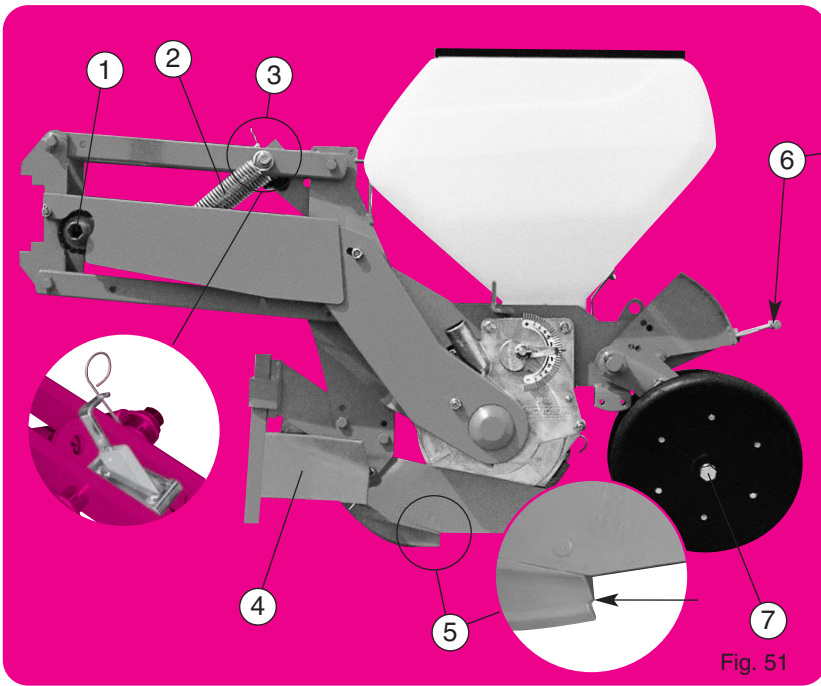
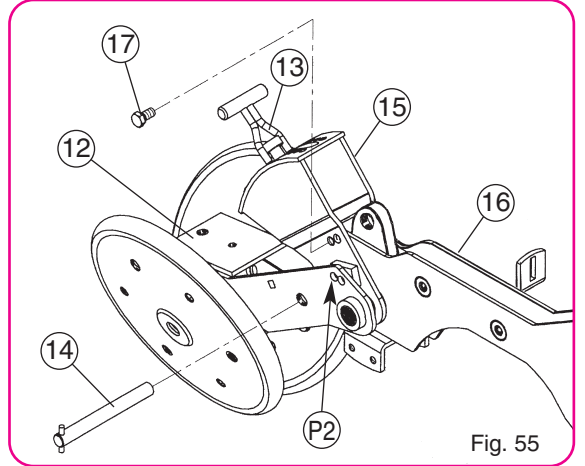

Fig. 51
Fig. 55
**Version de base** (fig. 51) Élément monté sur parallélogramme, terrage par le bloc arrière - système à crans (fig. 51 - 52) - chasse-mottes avant avec coultre - soc standard maïs - roues arrière inclinées autonettoyantes - trémie 40 litres
- 1 Système de sécurité (fig. 51) : il provoque un cratage sonore en cas de blocage de la distribution. Un arrêt est alors obligatoire (voir page 29). Graisser les dents du crabat à la mise en route pour faciliter les premiers déclenchements.
- 6 Réglage du terrage (fig. 51 - 52) une jauge graduée facilite l'uniformité du réglage.
- 7 Réglage de l'écartement des roues maïs (fig. 51) : 2 bagues sur moyeux que l'on place, soit côté inférieur, soit côté extérieur, permettent d'obtenir 2 écartements à la base. Utiliser les roues reserrées pour semis superficiels (1 à 3 cm).
- 9 Fig. 60 : Terrage sur roue avant, à partir de l'élément maïs (fig. 51), pour cette option, il est nécessaire de se procurer le kit (fig. 56) et la roue avant 300 x 100 (fig. 59). Commencer par déverrouiller le bloc tasseur arrière (12) du bras de réglage (13) (fig. 55), pour cela : enlever la broche (14) le bloc tasseur arrière (12) reste libre. Le secteur (15) reste fixé sur le corps (16) par la vis (17) en P2 (fig. 60). Monter le kit terrage par balancier (fig. 56) suivant schéma (fig. 60). La profondeur de mise en terre est obtenue en modifiant la position de la roue avant en actionnant le levier (18) (réglage par crans).
- 10 Fig. 60 : Terrage par balancier, à partir de l'élément maïs (fig. 51), pour cette option, il est nécessaire de se procurer le kit (fig. 56), la roue 300 x 100 (fig. 59) ou l'ensemble double-disques à roues 260 x 90 (fig. 61). Commencer par déverrouiller le bloc tasseur arrière (12) du bras de réglage (13) (fig. 55), enlever la broche (14), le bloc tasseur arrière (12) doit être soigné du secteur (15) par la vis (17) en P3 (fig. 60). Monter la roue avant 300 x 100 (18) avec ses bras (19) et son chasse-mottes (20).
**Basic version** (fig. 51) element mounted on a parallelogram, depth control via the rear unit, notch system (fig. 51 - 52) - Front clod remover with coulters - standard corn share - self-cleaning inclined rear wheels - 40 litre grain tank.
- 1 Safety system (fig. 51) : this causes the clutch to sound in case of a blockage in the metering system. When this clutch sound is heard, stop the machine immediately (see page 29). The teeth of the clutch should be lubricated when restarting in order to make the first declutching easier.
- 6 Adjustment of the depth (fig. 51 - 52) : a gradual scale makes it easier to set the unit at a uniform depth.
- 7 Adjustment of the spacing of corn press wheels (fig. 51) : placing the 2 bushings on the inside or the outside of the wheel hub allows for 2 basic widths. Use the narrow setting for shallow seeding (1-3 cm) (3/8 - 1 1/2").
- 9 Fig. 60 : Depth control on front wheel, via the corn element fig. 51. For this option you will need the kit (fig. 56) and the 300 x 100 front wheel. Start by detaching the rear seed firming unit (12) from the adjusting arm (13) (fig. 55). Remove the pin and the rear seed firming unit (12) will remain free. The sector (15) will remain secured to the body (16) via the P2 screw (17) (fig. 60). Assemble the swinging arm depth control kit (fig. 56) in accordance with the diagram (fig. 60). The planting depth is adjusted by changing the position of the front wheel using the lever (18) (adjusting through notches).
- 10 Fig. 60 : Depth control via swinging arm, using the corn element (fig. 51). For this option you will need the kit (fig. 56), the 300 x 100 front wheel (fig. 59) or the 260 x 90 double wheel assembly (fig. 61). Start by detaching the rear seed firming unit (12) from the adjusting arm (13) (fig. 55). Remove the pin and the rear seed firming unit (12) should remain attached to the sector (15) via the P3 screw (17) (fig. 60). Assemble the 300 x 100 front wheel (18) with its arms (19) and its clod remover (20).
**Grundausrüstung** (Abb. 51) : Vorrichtung auf Parallelogramm, Tiefenregulierung über Heckblock, Rastersystem. (Abb. 51 - 52).
- 1 Überlastsicherung (Abb. 51) : Wenn die Säscheibe blockiert ist (durch Einwirkung von Fremdkörpern) spricht die Überlastsicherung an durch ein knarrendes Geräusch. Halten Sie sofort die Maschine an, um die Ursache festzustellen (siehe Seite 29). Bei der Inbetriebsetzung sind die Zähne der Kupplung zu schmieren, um das Auslösen der Kupplung zu erleichtern.
- 7 Weiteinstellung der Mais-Andruckrollen (Abb. 51) : Beim Einsetzen der Distanzhülsen auf der einen oder anderen Seite der Achse, können zwei verschiedene Weiten der Andruckrollen erzielt werden. Bei oberflächlicher Aussaat (1 bis 3 cm) sind die eng liegenden Andruckrollen zu verwenden.
- 9 Abb. 60: Tiefenregulierung über Vorderrad bei Maisvorrichtung Abb. 51, hier ist das Zusatzkit (Abb. 56) und das Vorderrad 300 x 100 (Abb. 59) erforderlich. Zuerst Heckandruckrollenblock (12) am Verstellhebel (13) (Abb. 55) lösen. Klammer (14) entfernen, Heckandruckrollenblock (12) bleibt frei. Sektor (15) ist mit einer Schraube (17) an (16) in P2 befestigt (Abb. 60). Das Schwenkvorrichtung-Kit zur Tiefenregulierung (Abb. 56) nach Vorlage (Abb. 60) montieren. Einstellung der Arbeitstiefe am Hebel (18) des Vorderrades (Rastersystem).
- 10 Abb. 60: Tiefenregulierung mit Schwenkvorrichtung, mit Maisvorrichtung (Abb. 51) Für diese Option ist das Kit (Abb. 56), das Rad 300 x 100 (Abb. 59), oder die Vorrichtung Radscheiben 260 x 90 (Abb. 61) erforderlich. Zuerst den Arbeitstiefeneinsteller (12) am Heck vom Verstellhebel (13) (Abb. 55) lösen, die Klammer (14) entfernen, Heckblock (12) mit dem Sektor (15) über eine Schraube (17) an (16) in P3 (Abb. 60) festgeschraubt. Vorderrad 300 x 100 (18) mit den Auslegern (19) und dem Klutenräume (20) anbringen.